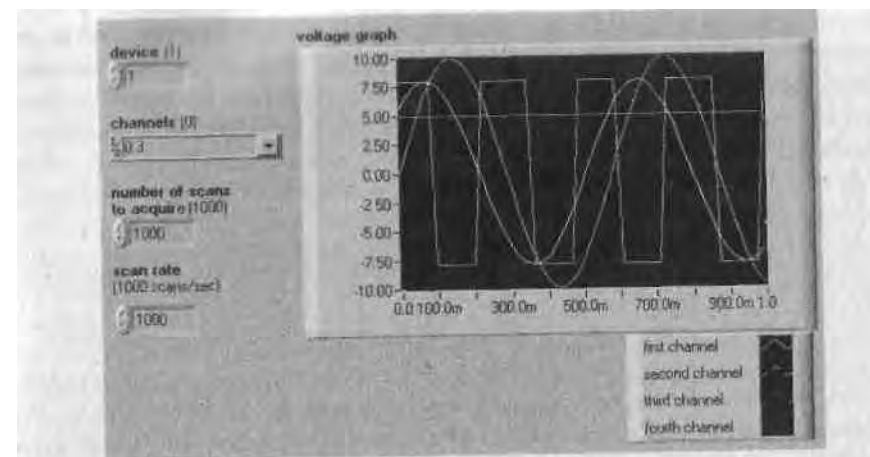

Рис. 11.19
2. Постройте лицевую панель **и** блок-диаграмму, как показано на рис. 11.19 и 11.20. Из контекстного меню графика выберите функцию **Игнорировать отметку времени** (Ignore Timestamp). Функция аналогового ввода возвращает массив осциллограмм - по одной для каждого канала.